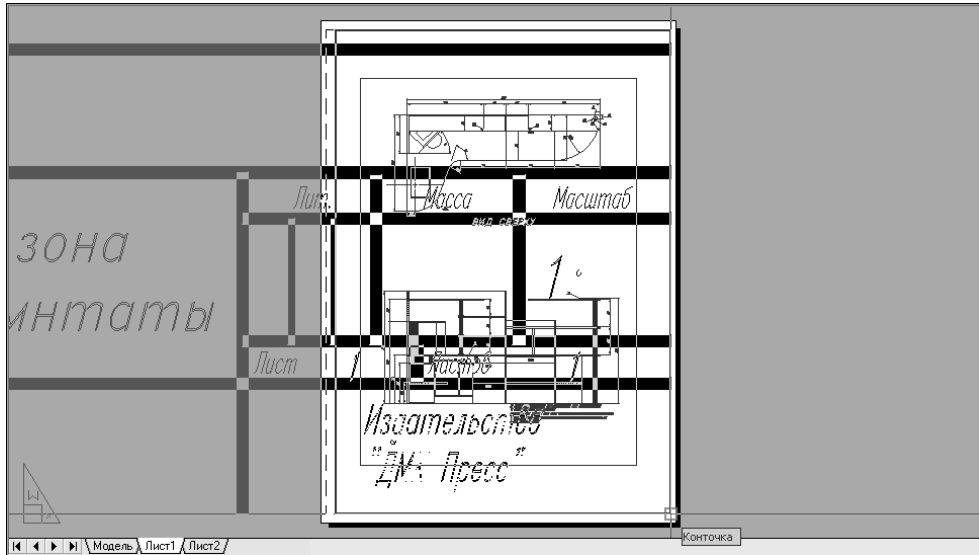

Рис. 13.12 ▼ Вставка основной надписи на лист компоновки
- Выберите в качестве точки вставки точку, которая находится в правом нижнем углу рамки листа компоновки (рис. 13.12).
- Запустите инструмент **Масштаб** (Scale), выбрав из меню команду **Изменить** ⇒ **Масштаб** (Modify ⇒ Scale) или щелкнув на кнопке  **Масштаб** (Scale) панели инструментов **Изменить** (Modify) либо введя в командном окне команду **Масштаб** (SCALE) или просто **ms** (SC). В ответ на приглашение выбрать объект щелкните на любом элементе основной надписи и нажмите **Enter**.